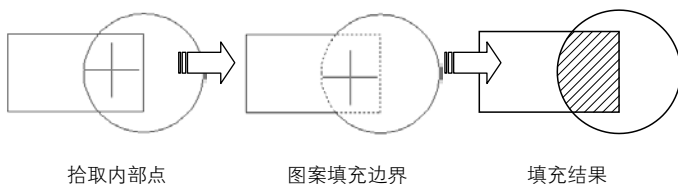

图 2-72 拾取点的图案填充
- 【添加：拾取点】按钮：单击该按钮后，选取封闭区域中任意一点，系统将该区域作为填充区域。拾取点进行图案填充过程如图 2-72 所示。